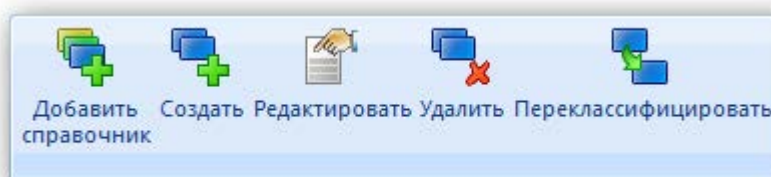
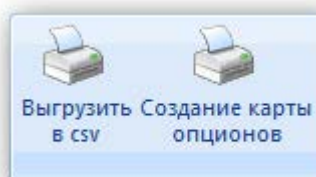
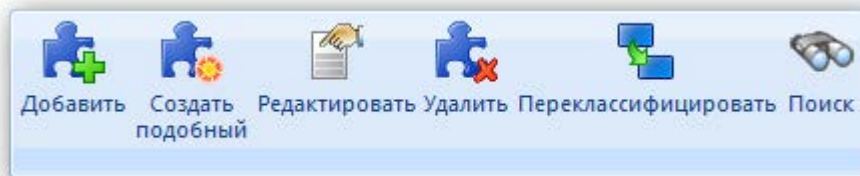
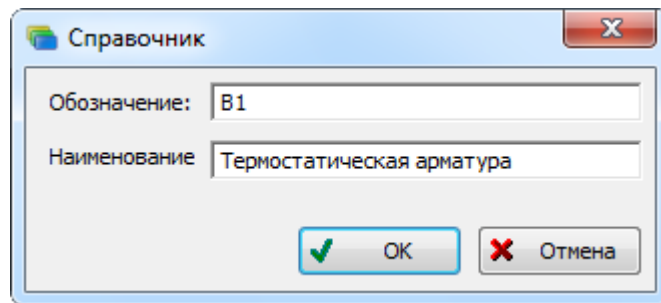

Рис. 10-132 – Вкладка «Редактирование»
Рис. 10-133 – Вкладка «Печать»
Рис. 10-135 – Панель инструментов для работы с опционами
Рис. 10-136 – Создание справочника
- 3) В результате откроется окно «Редактирование справочника опционов» (рис. 10-132).
Главное окно редактора опционов (рис. 10-132) состоит из трех окон:
1) Левое окно предназначено для создания разделов и подразделов справочника опционов (1 на рис. 10-132).
2) В правом верхнем окне создается перечень опционов для выбранного раздела справочника (2 на рис. 10-132).
3) Правое нижнее окно предназначено для вывода информации о выбранном опционе и включает следующие вкладки (3 на рис. 10-132):
Панель инструментов левого окна редактора опционов (1 на рис. 10-132) предназначена для работы с разделами справочника. Панель инструментов состоит из нескольких вкладок, которые показаны на рис. 10-133 – рис. 10-135.
Панель инструментов правого окна редактора опционов (2 на рис. 10-132) предназначена для работы с опционами. Панель инструментов показана на рис. 10-136.